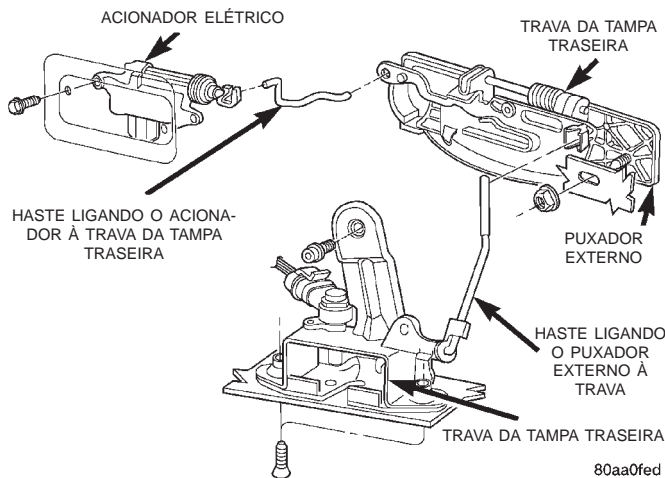

Fig. 102 Lingüeta da Tampa Traseira
- (1) Levante a tampa traseira.
- (2) Remova o painel de acabamento da tampa traseira.
- (3) Remova os parafusos que prendem a lingüeta à tampa traseira (Fig. 102).
- (4) Desengate a haste da lingüeta.
- (5) Desconecte o conector da trava elétrica do puxador, se equipado.
- (6) Remova a lingüeta da tampa traseira.